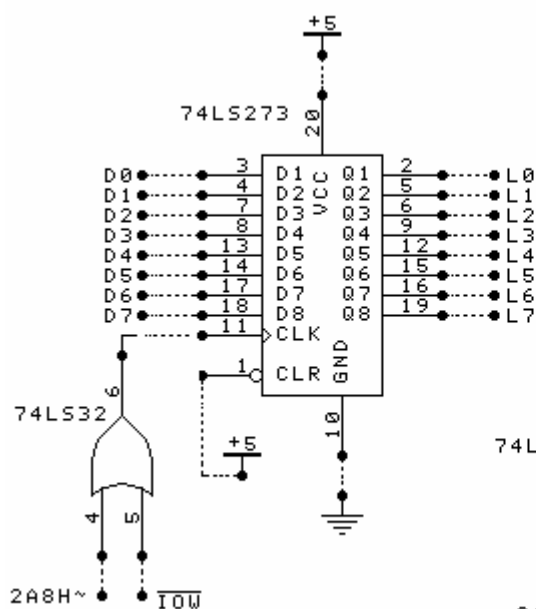

图2-1
1、按下面图2-1简单并行输出接口电路图连接线路(74LS273插通用插座, 74LS32用实验台上的“或门”)。74LS273为八D触发器, 8个D输入端分别接数据总线D0~D7, 8个Q输出端接LED显示电路L0~L7。